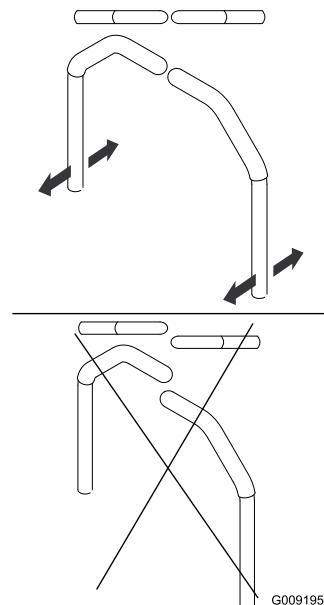

Figura 99
4. Alinhe as alavancas da frente para trás ao unir as alavancas na posição de PONTO MORTO e deslize-as até ficarem alinhadas, a seguir, aperte os parafusos (Figura 99).